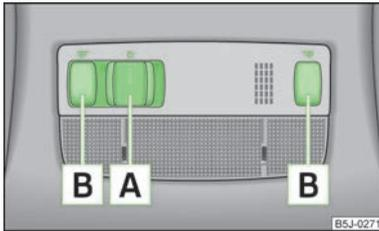

Abb. 25
- Den Schalter **A** » Abb. 25 zur Mitte der Leuchte drücken, es erscheint das Symbol  $\curvearrowright$ .
- Den Schalter **A** » Abb. 25 zum Rand der Leuchte drücken, es erscheint das Symbol  $\curvearrowright$ .
- Den Schalter **A** » Abb. 25 in die Mittelstellung **O** drücken.
- Den Schalter **B** » Abb. 25 drücken, um die rechte oder linke Leseleuchte ein- bzw. auszuschalten.